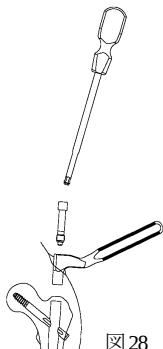

図 28
- 3) ストレートドライバーを用いて、抜去ハンドル用固定ネジにて、抜去ハンドルをネイルに固定します。(図 28)